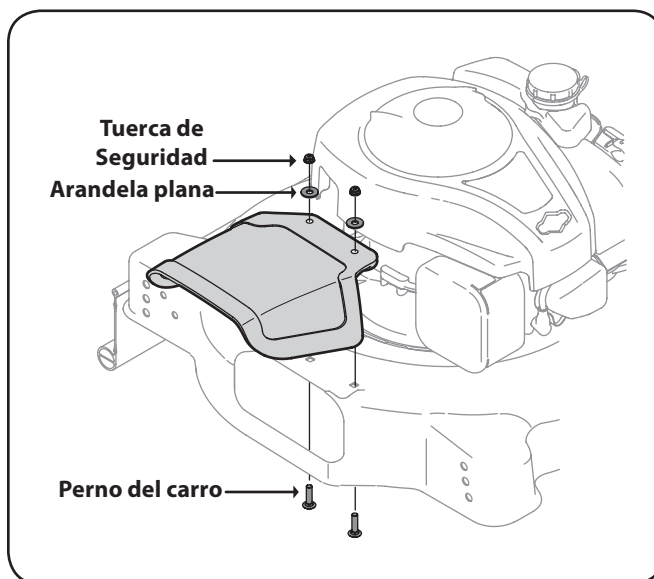

Figura 3-2
2. Inserte los pernos del carro 1.00" hacia arriba a través del lado inferior de la plataforma y a través el deflector del canal. Vea Figura 3-2.